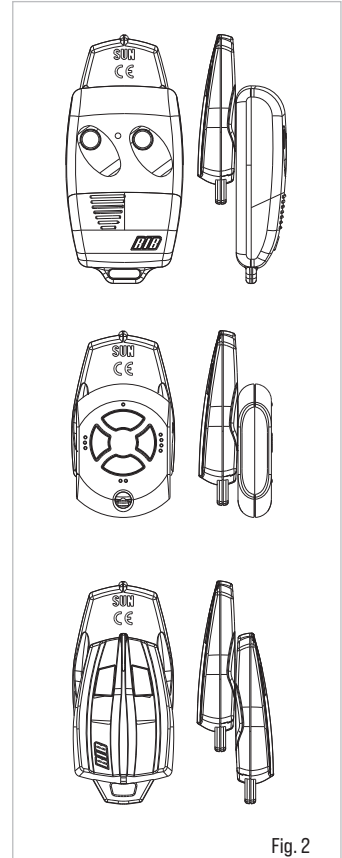

Fig. 2
3. Durante il tempo di 15 s premete un tasto sul telecomando valido (es. canale A, ma potrebbe essere anche canale B o C o D) per registrarlo nel SUN CLONE 2.0 come mostrato in Fig. 2.
N.B.: Eseguire la Clonazione appoggiando il telecomando valido sul SUN CLONE 2.0 come da Fig. 2. Una eventuale posizione differente non garantisce la corretta clonazione.
3. Durant ces 15 s, appuyer sur une touche sur la télécommande (ex. canal A, mais ce pourrait aussi être canal B ou C ou D) pour l'enregistrer dans le SUN CLONE 2.0 comme montré sur la Fig. 2.
N.B.: Exécuter le clonage en posant le télécommande valid sur le SUN CLONE 2.0 comme selon la Fig. 2. Une position différente éventuelle ne permettra pas un clonage exact.